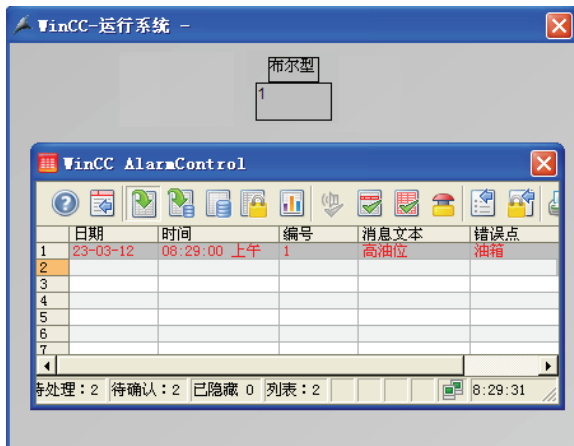

图 6-21 运行后的效果
4) 运行系统。在图形编辑器中,单击“运行系统”按钮,在“输入/输出域”中输入“1”,如图 6-21 所示,就会激发“油箱”中的“高油位”,因为“油箱”中的“高油位”是与 16 位无符号变量“H_level”的第 0 位关联的,而输入/输出域也是与“H_level”关联的,当“H_level”=1 时,也就是“H_level”的第 0 位为 1,激发报警。